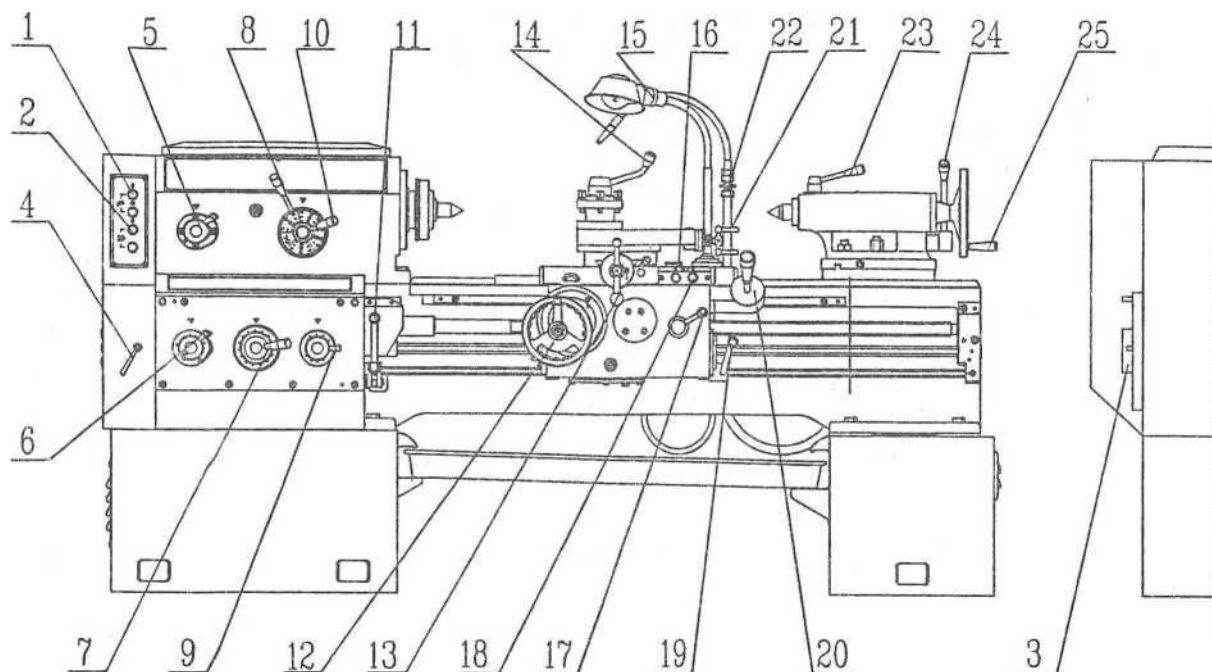

Рис. 2
11. Тормозной механизм, соответствующий рычагу 11 или 19 (на рис. 2), служит для непрерывного хода шпинделя вперед и назад.
Элементы управления и их положение показаны на рис. 2